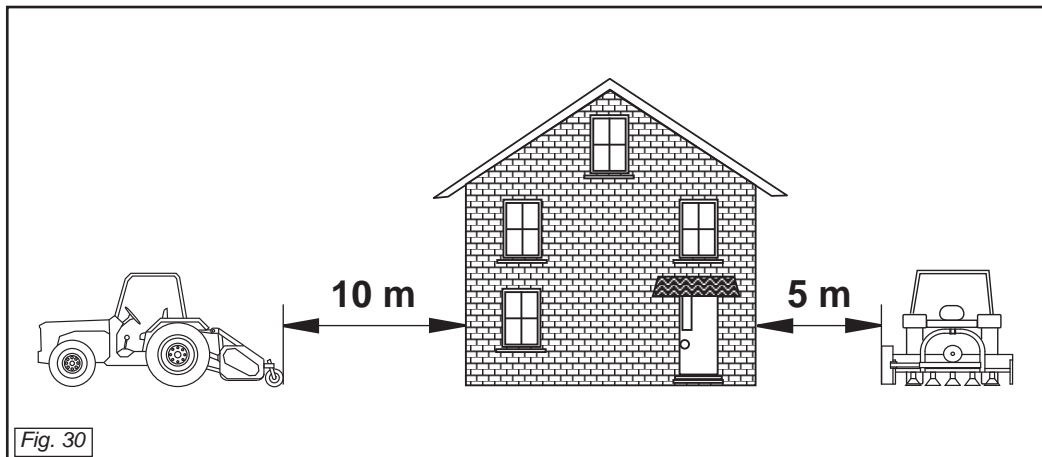

Fig. 30
- Lavorando in prossimità di abitazioni o strade rispettare le distanze di sicurezza (Fig. 30): 5 metri lateralmente, 10 metri posteriormente.
- *Comply with the safety distances when working near built-up areas or roads (Fig. 30): 5 meters each side, 10 meters at the rear.*
- Lors du travail à proximité des habitations ou des routes, respecter les distances de sécurité (Fig. 30): 5 mètres sur les côtés, 10 mètres à l'arrière.
- stände einhalten (Abb. 30): 5 m seitlich, 10 m hinten.*
- ras respetar las distancias de seguridad (Fig. 30): 5 metros lateralmente, 10 metros posteriormente.